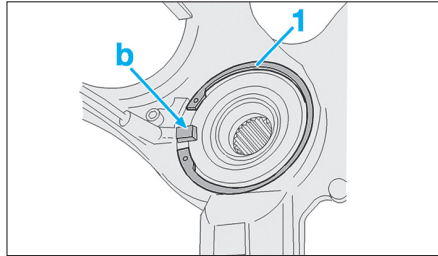

Fig. 38
- Reposer un circlip neuf (1) (Fig.38) de manière à ne pas obstruer l'emplacement (b) et pouvoir reposer le capteur ABS.